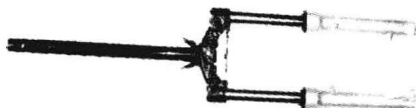

图 1-5 前叉立管
3) 检查前叉立管(见图 1-5)、前叉腿管是否变形, 如无变形, 应进行修复或更换。